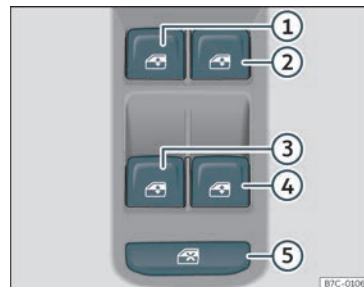

Fig. 84 Detall de la porta del conductor: comandaments per a les finestretes.
Mitjançant el comandament de seguretat >>> **fig. 84 ⑤** de la porta del conductor podeu desactivar les tecles dels alçavidres de les portes del darrere.